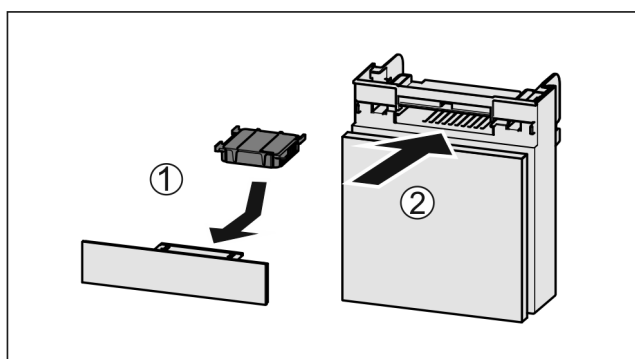

Fig. 49
- ▶ Introduzca el compartimiento Fig. 49 (2).